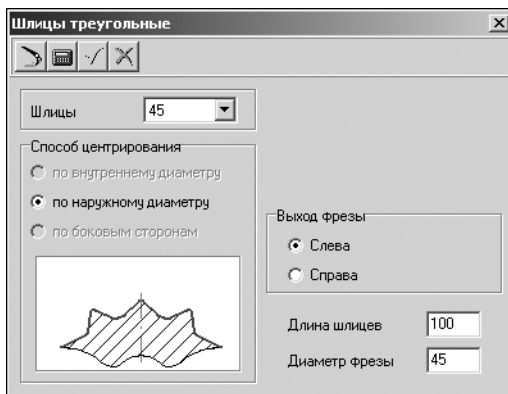

Рис. 4.20.
4. Укажите тип **Шлицы треугольные** и щелкните левой клавишей мыши. Откроется окно, предназначенное для ввода параметров шлицев в соответствии с ОСТ 100092-73 (рис. 4.20).